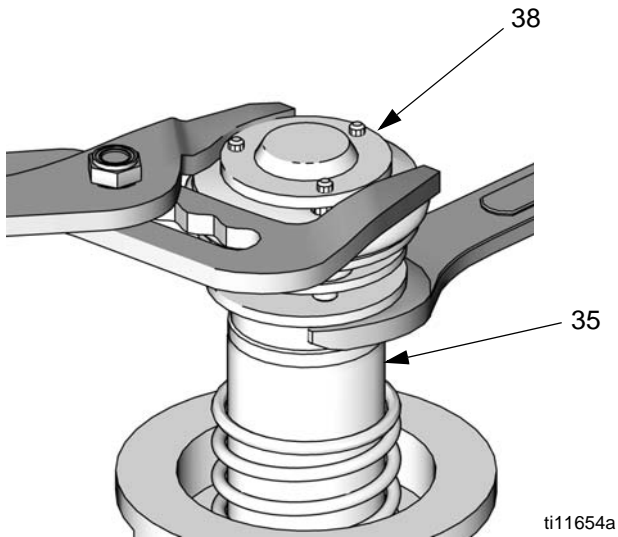

FIG. 11
- Utilisez une pince sur le plateau supérieur du piston de la vanne d'air (38) et une clé sur la tige du piston (35) pour dévisser le piston de la vanne d'air de la tige de piston. Référez-vous à la FIG. 11.